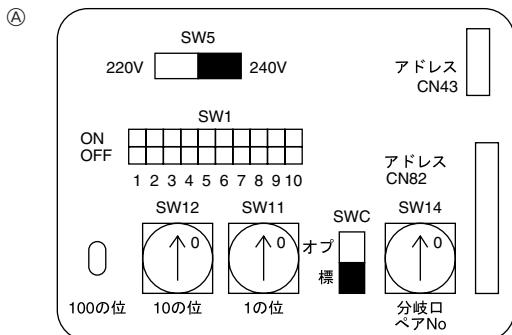

Fig. 4-4
4.3. Impostazione degli indirizzi (Fig. 4-4)